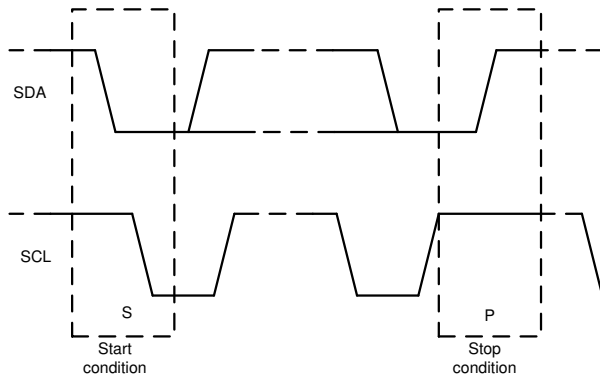

图 7-10. 启动和停止条件
1. 控制器通过产生启动条件来启动数据传输。启动条件是当 SCL 为高电平时在 SDA 线上发生从高到低的转换, 如图 7-10 所示。所有与 I²C 兼容的器件都会识别启动条件。
4. 为了用信号指示数据传输结束，控制器通过在 SCL 线处于高电平期间将 SDA 线从高电平拉低来产生停止条件，如图 7-10 所示。此操作将释放总线并停止与寻址的目标器件之间的通信链路。所有与 I²C 兼容的器件都会识别停止条件。在收到停止条件后，将释放总线，然后所有目标器件等待启动条件，接着是匹配的地址。